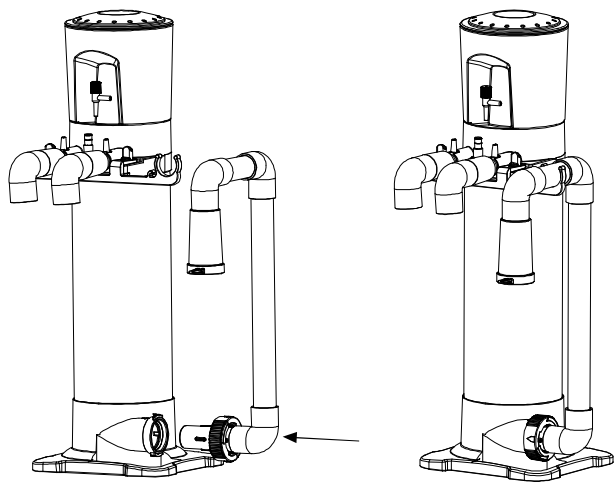

図 8:ハングオン式吸水管をスキマーに接続する
2. ハングオン式インレットパイプの端にある矢印をスキマー本体底部の吸水口にある矢印に合せます。インレットパイプを吸水口にしっかりと挿入し、コネクターリングをカチッと音がするまで回転させ固定します(図 8)